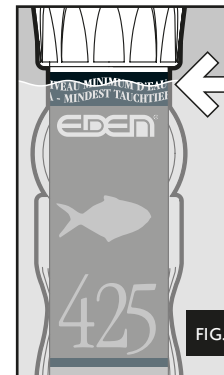

FIG. 1
- ♦ The heater must be submersed to at least the "MINIMUM WATER LEVEL" indication (fig. 1).
To obtain the best distribution of heat in the tank, place the heater inside the aquarium so that the water can circulate freely around the glass tube, with the heating element part at the bottom of the aquarium. Otherwise the thermostat cannot work correctly. The heater is fully submersible and for correct functioning it must be submersed at least till the "MINIMUM WATER LEVEL" mark (fig. 1).
- ♦ Le chauffage doit être immergé au minimum jusqu'à l'indication "NIVEAU MINIMUM DE L'EAU" (fig. 1).
- Le chauffe-eau est complètement submersible et pour fonctionner correctement il doit être immergé au moins jusqu'au repère "NIVEAU MINIMUM DE L'EAU" (fig. 1).
- ◆ *De staafverwarming moet minimaal tot het streep "MINIMUM WATER LEVEL" (afb. 1) onder water zitten.*
- Voor een ideale verdeling van de warmte is de staafverwarming op een plek te zetten, met een zo goed als mogelijk watercirculatie. Het moet verticaal het verwarmingselement richting aquarium bodem worden vast gezet. De staafverwarming kan volledig worden ondergedompeld maar moet minimaal tot het streep "MINIMUM WATER LEVEL" (afb. 1) onder water zitten.
- ◆ *El termocalentador se sumergirá como mínimo hasta la indicación "NIVEL MÍNIMO DE AGUA" (fig. 1).*
El termocalentador es completamente sumergible, y para que funcione correctamente se debe sumergir al menos hasta la marca "NIVEL MÍNIMO DE AGUA" (fig. 1)